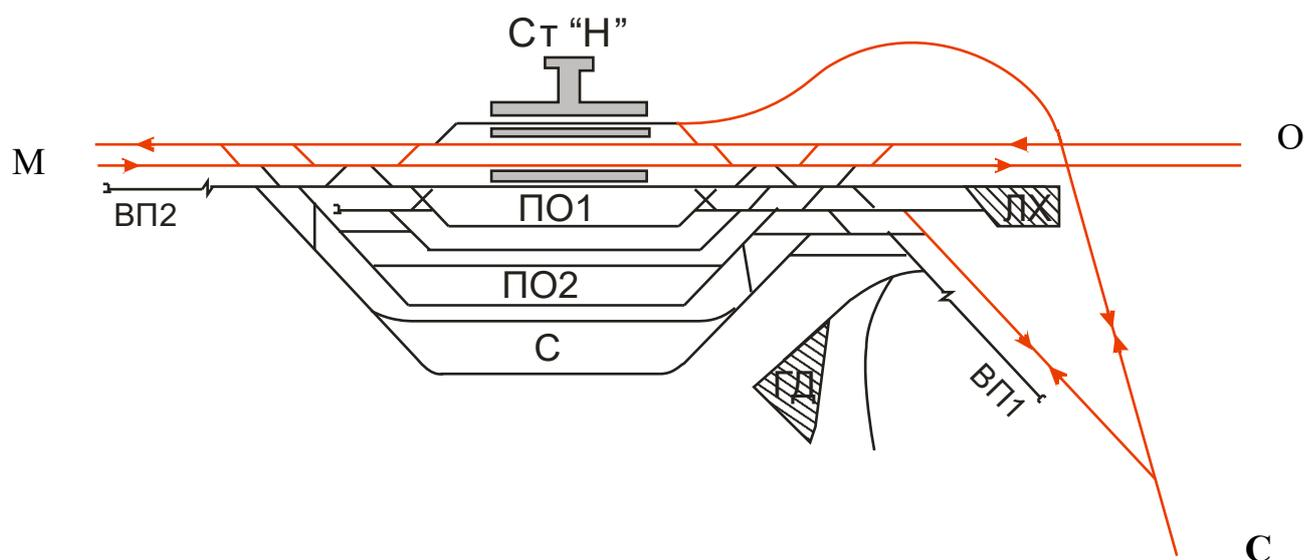

Рисунок 4.1 – Схема участковой станции
1. Схема железнодорожной станции (рис. 4.1)